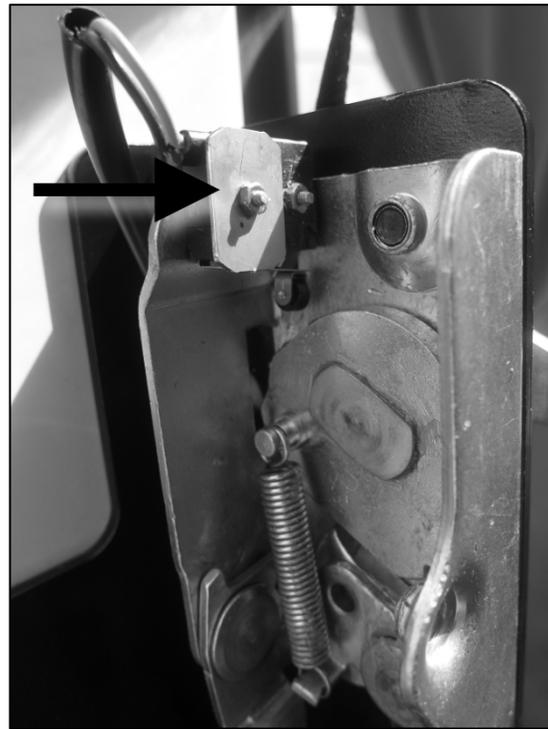

Figure 2
2. Confirmer visuellement que la plaque de protection est bien installée sur le micro interrupteur. (Figure 2)
Libérer le clip en le pivotant hors de la tige. (Figure 2)